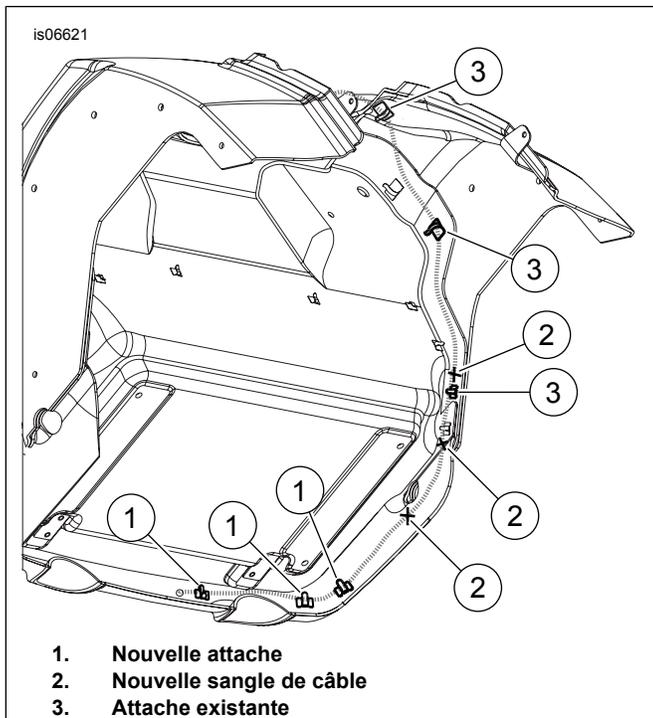

Figure 2. Acheminement du faisceau de fils (vue de dessous de la carrosserie de la Trike. Aucun composant du châssis illustrés afin de simplifier)
9. Consultez Figure 2 . À l'aide des attaches adhésives fournies, des attaches et sangles de câble existantes, faire passer le câblage le long de l'intérieur de la carrosserie comme illustré en le sortant sous la zone de la selle.